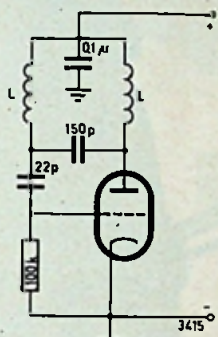

Fig. 2
② **DE OSCILLATOR** - fig. 2. Deze voedt de brug inductief via L1. Het is een gewone 3-punts oscillator, afgestemd met een vaste condensator van 150 pF.